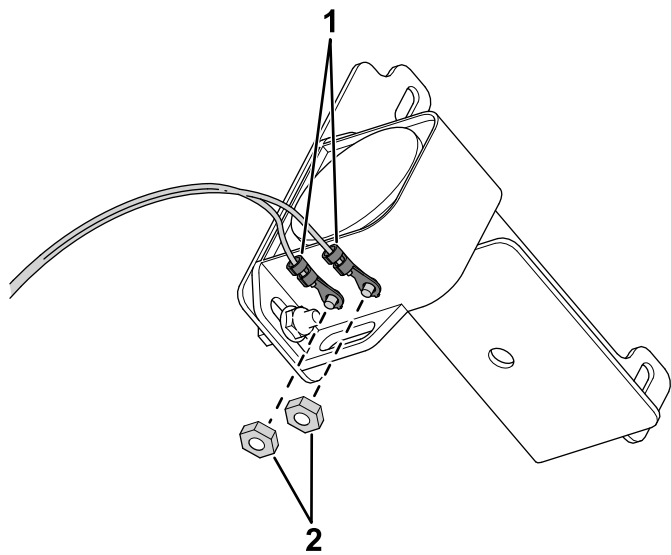

Figur 1
1. Bruk boltene og mutterne til å feste alarmer til festebraketten (Figur 1).